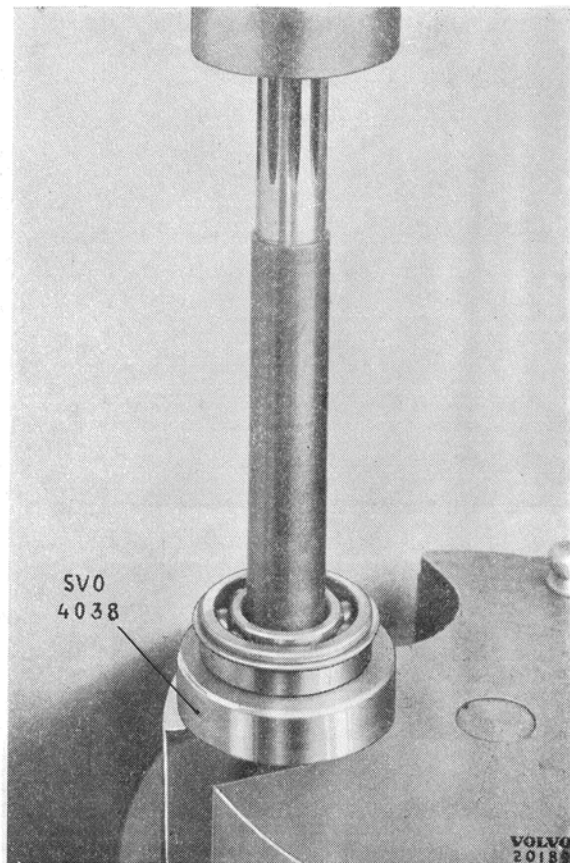

Bild 11.
5. H 5—H 6: Tag loss muttern och drag av medbringaren med avdragare SVO 2261. Pressa lagret av huvudaxeln. Använd SVO 4038 som underläggsring, se bild 11.
6. Tag bort låsringen (8) med låsringstång och drag ut huvudaxeln. Synkroniseringsanordningen, tvåans drev samt skjutbara kugg-hjulet för ettan och backen kan därefter lyftas ur.
3. Tag bort låsringen (26) för främre lagret (28) och pressa av detta i en press. SVO 4038 användes som underlägg, bild 11.